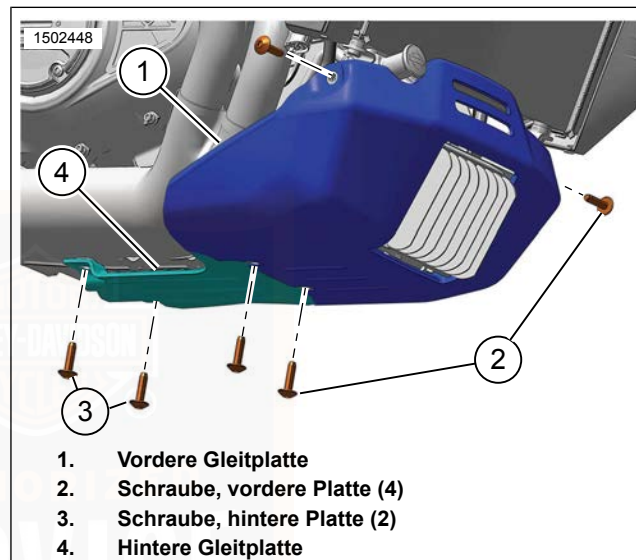

Abbildung 74. Zweiteilige Gleitplatte
1. Siehe Abbildung 74. Die Schrauben (2) entfernen.
2. Die vordere Gleitplatte (1) entfernen.
1. Siehe Abbildung 74. Die Schrauben (3) entfernen.
2. Die hintere Gleitplatte (4) entfernen.
2. Siehe Abbildung 74. Die hintere Gleitplatte (4) positionieren.
3. Die Schrauben (3) anbringen. Von Hand anziehen.
2. Siehe Abbildung 74. Die vordere Gleitplatte (1) positionieren.
3. Die Schrauben (2) anbringen. Die Schrauben (2 und 3) anziehen.